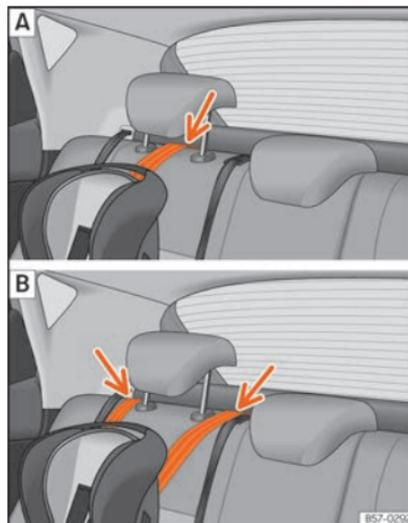

Abb. 28 Rücksitze: Einstellung und Einbau je nach Top Tether-Gurt. »
- Führen die den Gurt unter der Kopfstütze des Rücksitzes durch »» **Abb. 28** (in Abhängigkeit der Gebrauchsanweisungen des Kindersitzes ggf. Kopfstütze anheben oder entfernen).